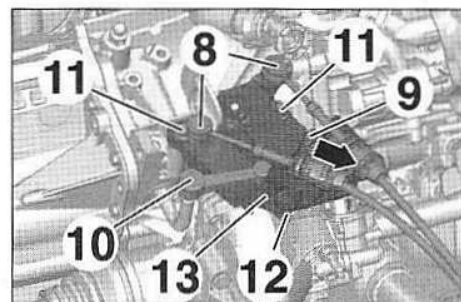

FIG.7
- Déboîter les rotules (8) des câbles de commande de vitesses à l'aide de l'outil [1] (Fig.7).
- Déverrouiller l'ensemble des câbles de commande de vitesses en appuyant sur le verrou (9) (flèche).
- Déboîter la biellette de renvoi (10) de passage de vitesses à l'aide de l'outil [2].
- les vis (11),
- l'écrou (12),
- le support de commande de boîte de vitesses (13).